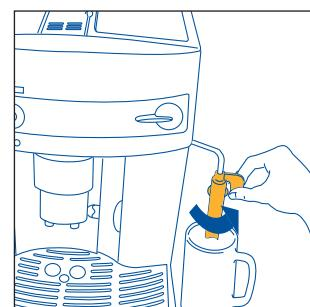
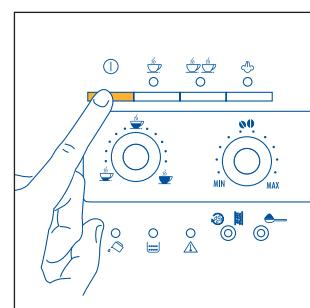

Fig. 3
Fig. 4
2. Drei cappuccinomaskinen utover og plasser en kopp under den (fig. 3) og slå på maskinen ved å trykke på tasten ① (fig. 4).
- Vri cappuccinomaskinen mot yttersiden av maskinen (fig. 3).
- Plasser en beholder under cappuccinomaskinen (fig. 3).
- Vri cappuccinomaskinen utover (fig. 3).